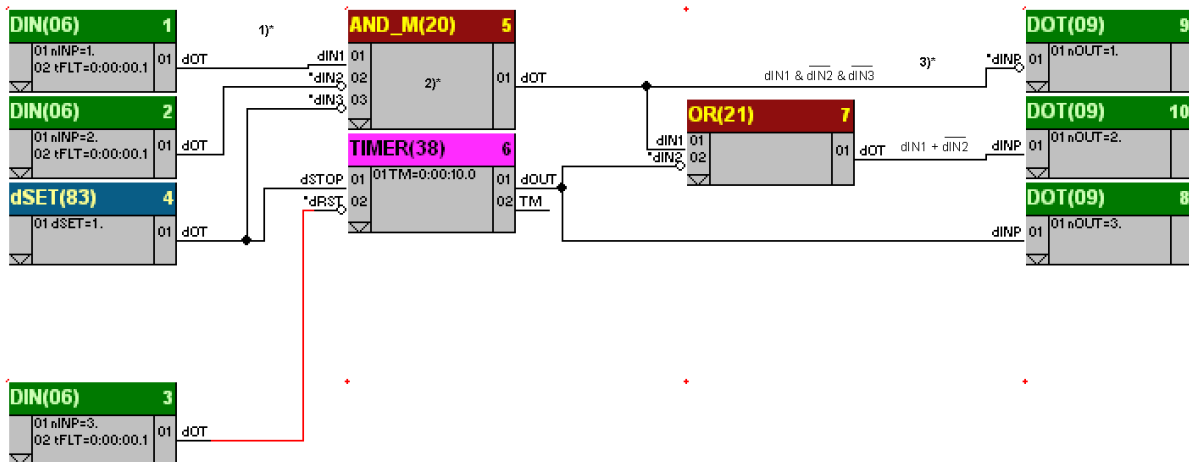

Рисунок 2.7 - Приклад конфігурування
Можливості конфігурування не залежать від функціонального блоку і визначаються наступними правилами (рис. 2.7):
На рис. 2.7 представлений приклад конфігурування.
На рис. 2.7 представлені різні приклади і варіанти конфігурування:
3) Вихідний сигнал функціонального блоку багато входового І 5-MULTI_AND (20) -03 подається на 1-й дискретний вихід контролера, для чого на вхід 01 блоку дискретного виходу 9-DOT (09) підключений 01 вихід блоку багато входового І 5-MULTI_AND (20) -03. Сигнал на вході 01 функціонального блоку дискретного виходу 9-DOT (09) інвертується.
4) На рис.2.7 показана інверсія входів наступних функціональних блоків: Вхід 02 і 03 блоку 5-MULTI_AND (20) -03, вхід 02 блоку 6-TIMER (38), вхід 02 блоку 7-OR (21), вхід 01 блоку 9-DOT (09).